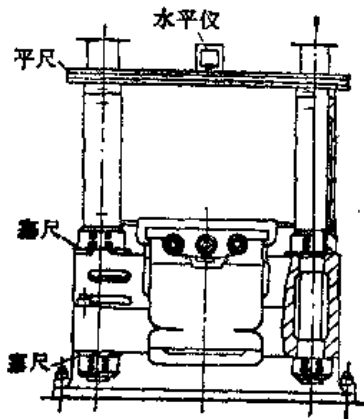

图13-2-25 立柱检查测量
4) 立柱部分的吊装：首先清洁立柱，在可能的条件下还可将立柱对角两立柱调换位置安装，以延长其使用寿命。立柱吊装后，如图 13-2-25，将底座上下的螺母拧紧，并检查螺母与横梁的接触情况，接触面积应均匀，局部间隙不应大于 0.05mm，累计移动长度不应大于周长的 1/5。立柱的垂直度可用框架式水平仪分别在立柱的工作面上，至少分上、中、下 3 处进行测量，沿圆周 90° 量一点，取其平均值，其垂直度不应大于 0.1/1000。两立柱间的平行度不应大于 0.1/1000；然后吊装限程套，用高度尺检查等高，或在其上跨放平尺检查，不水平度不应大于 0.1/1000。